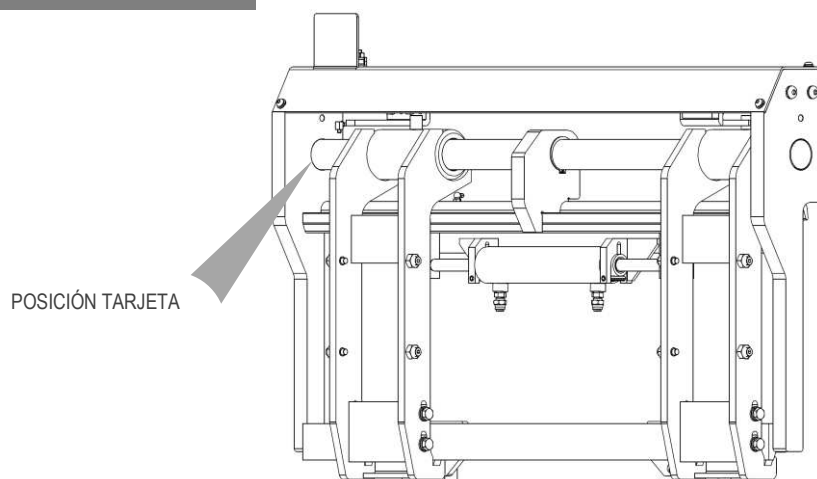
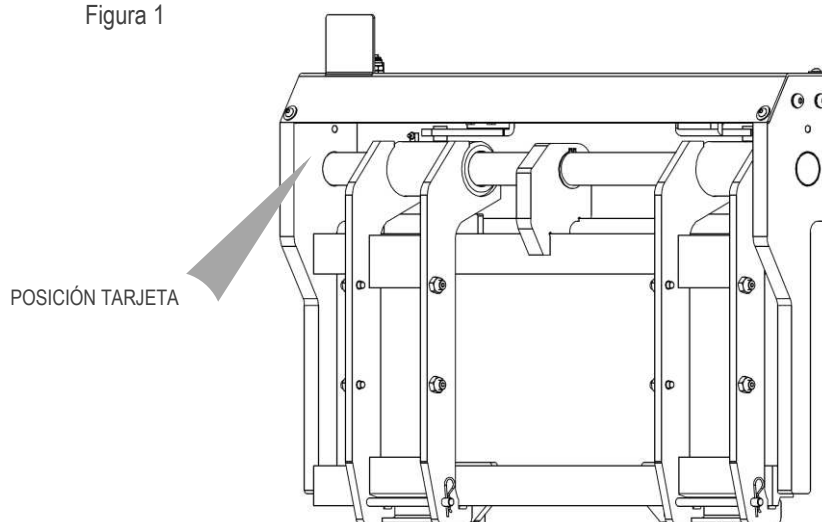

Figura 1
Figura 2
Todos los equipos A.T.I.B. - POSICIONADOR DE HORQUILLAS TIPO 698 / 699 son identificados de una tarjeta adhesiva (mira *Tabla 1*) puesta sobre el equipo (mira *Figura 1* y *Figura 2*), siempre referirse a la matricula .
Utilice correas o cadenas del tamaño adecuado para el peso del equipo indicado en la tarjeta (mira *Figura 1* y *Tabla 1* a pag.6).
10. Conecte el circuito hidráulico; asegurándose de que la presión de trabajo de las tuberías sea superior o igual a la indicada en la tarjeta identificadora (mira *Figura 1* y la *Tabla 1* a pag. 6).
Utilice correas o cadenas del tamaño adecuado para el peso del equipo indicado en la tarjeta (mira *Figura 2* y *Tabla 1* a pag.6).